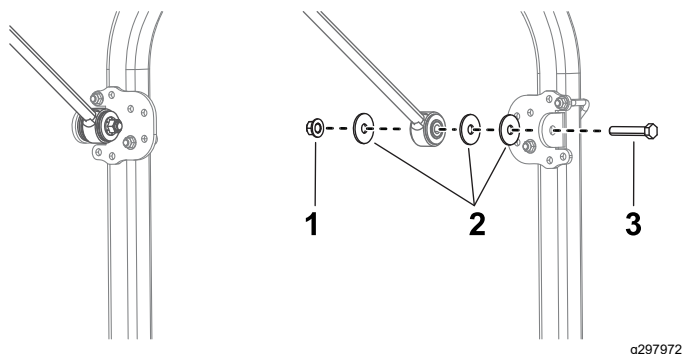

Figura 13
13. Su ciascun lato della macchina montate senza serrare una staffa su ogni supporto di ancoraggio servendovi di un bullone (1/2" x 2 3/4"), 3 rondelle grandi e un dado flangiato (1/2") come mostrato nella Figura 13.